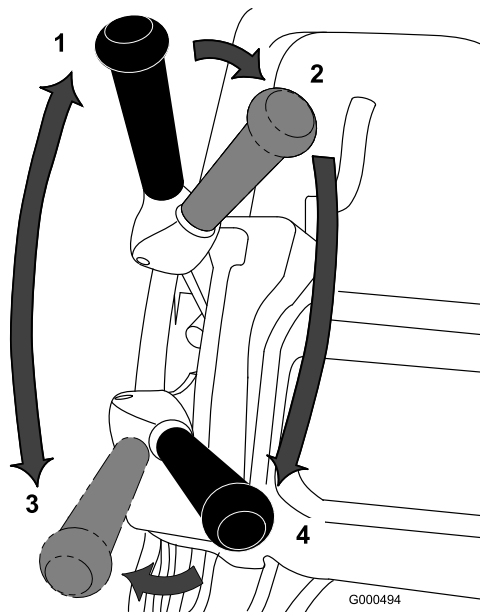

Figura 20
1. Avviate il motore, impostate l'acceleratore a bassa velocità, abbassate la stegola per sollevare l'apparato di taglio, spostate la leva della trazione in posizione di innesto e trasportate il tosaerba sul bordo del green (Figura 20).
2. Spostate la leva della trazione in posizione di disinnesto, ed innestate la leva di trasmissione del cilindro (Figura 20).
Portate il tosaerba sul green, abbassate la parte anteriore del tosaerba ed iniziate a tosare (Figura 20).